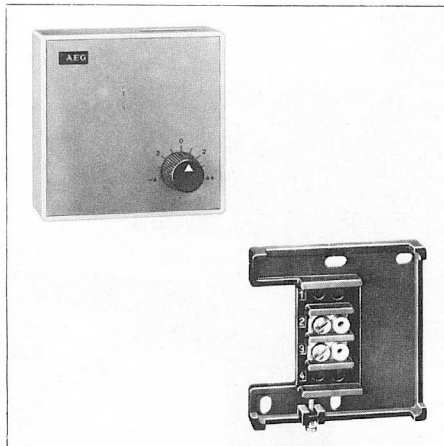

Bild 9 Fernbedienung FB3 / Raumfühler RFS2
#### 3.4 Fernbedienung FB3 (Bild 9)
**Montage:** (Bild 9) Grundplatte nach Lösen der Befestigungsschraube abziehen und an der vorgesehenen Montagestelle befestigen. Die beiden Anschlußdrähte anklemmen, Oberteil aufstecken und Befestigungsschrauben wieder anziehen.
#### 3.5 Raumfühler RFS2 (Bild 9)